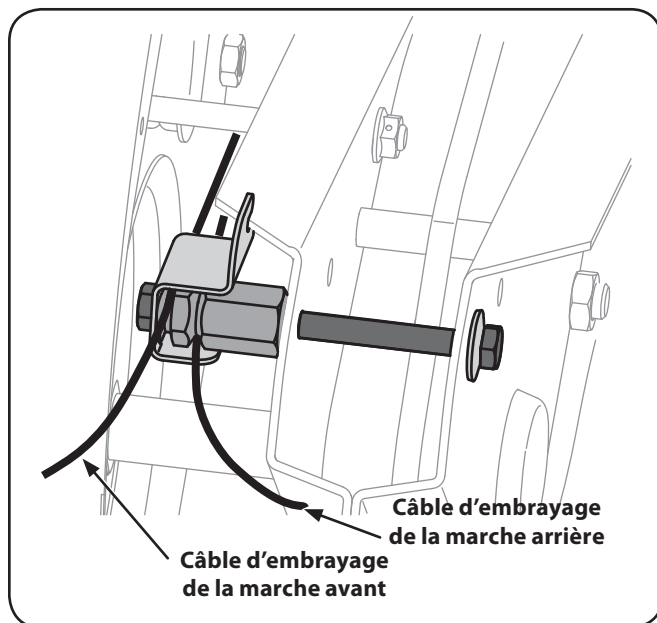

Fig. 3-1
1. Identifiez le câble d'embrayage de la marche avant et le câble de la marche arrière. Voir la Fig. 3-1.